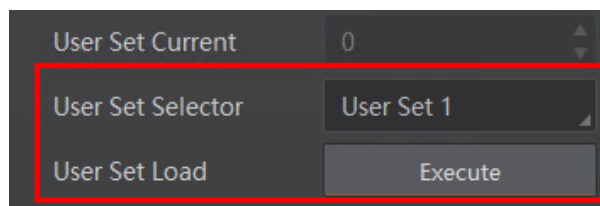

图8-12 加载参数设置
- 加载参数：在连接设备但不预览时，可对设备进行加载参数的操作。通过 *User Set Selector* 参数下拉选择其中一组参数，点击 *User Set Load* 处的“Execute”，即可将选择的一组参数加载到相机中，如图 8-12 所示。